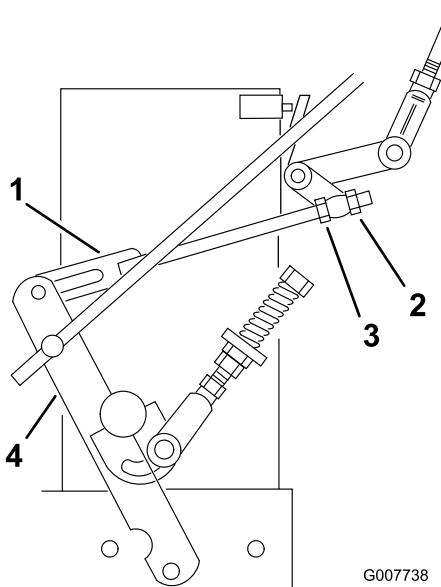

Figura 34
8. Allentate il dado di regolazione anteriore sul tirante del comando idraulico di sinistra come illustrato in Figura 34.
9. Girate il dado di regolazione posteriore di sinistra in senso antiorario finché la ruota non gira in avanti (Figura 34).
10. Girate il dado di regolazione posteriore 1/4 di giro per volta in senso orario. Successivamente spostate la leva di comando della velocità in avanti e poi di nuovo in folle. Ripetete queste operazioni finché la ruota sinistra non gira più in avanti (Figura 34).